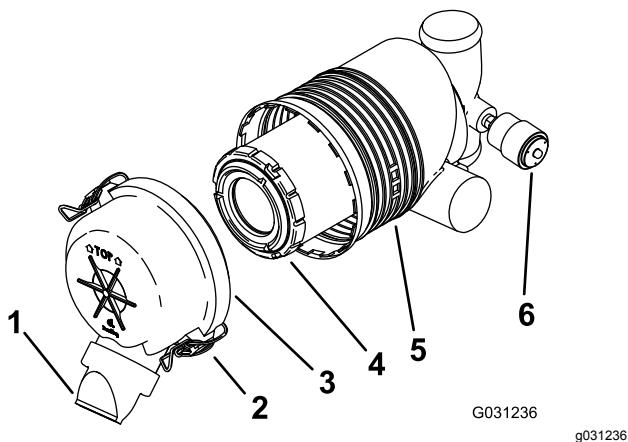

Рисунок 43
Внимание: Замену фильтра воздухоочистителя следует производить только тогда, когда индикатор обслуживания станет красным (Рисунок 43). Замена воздушного фильтра без необходимости ведет лишь к повышению вероятности попадания грязи в двигатель при извлечении фильтра.
5. Освободите защелки воздухоочистителя и отделите крышку от корпуса воздухоочистителя (Рисунок 43).
- Если индикатор обслуживания прозрачный, установите крышку воздухоочистителя таким образом, чтобы пылезащитный колпачок был ориентирован вниз, и закройте защелки (Рисунок 43).
1. Осторожно извлеките фильтр из корпуса воздухоочистителя (Рисунок 43).
3. Осторожно установите фильтр (Рисунок 43).
4. Установите крышку воздухоочистителя таким образом, чтобы пылезащитный колпачок был ориентирован вниз, и закройте защелки (Рисунок 43).